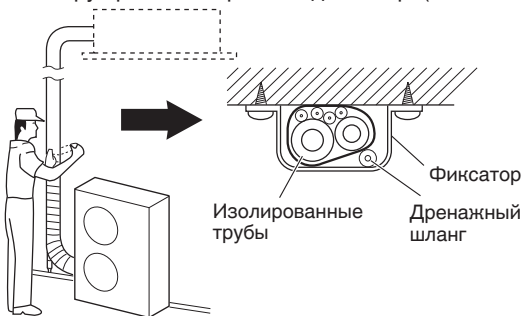

Рис. 5-10
- Прикрепите связку трубопровода к стене, используя по 1 фиксатору приблиз. через каждый метр. (Рис. 5-10)